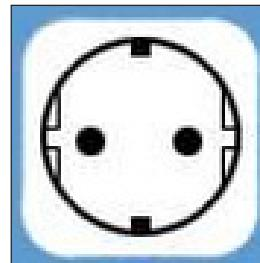

Abb. 24 - Schukostecker
- eine Schuko-Steckdose mit Erdung und separatem Schutz (Abb. 24);